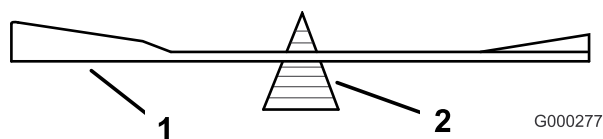
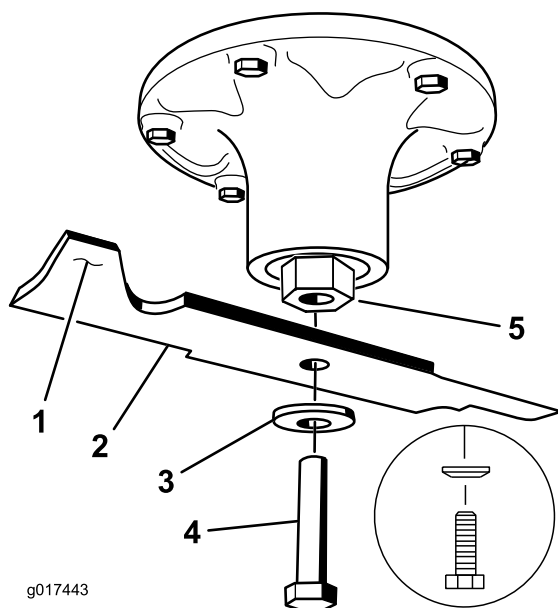

Figura 80
Figura 81
- Controllate l'equilibrio della lama posizionandola su un bilanciatore (Figura 80). Se la lama rimane in posizione orizzontale, è bilanciata e può essere utilizzata. Se la lama non è bilanciata, limate del metallo soltanto dalla costa (Figura 81). Ripetete la procedura finché la lama non è perfettamente bilanciata.
- Montate la lama, il disco elastico e il bullone della lama. Il cono del disco elastico deve essere rivolto verso la testa del bullone (Figura 81). Serrate il bullone della lama a 115–150 Nm.